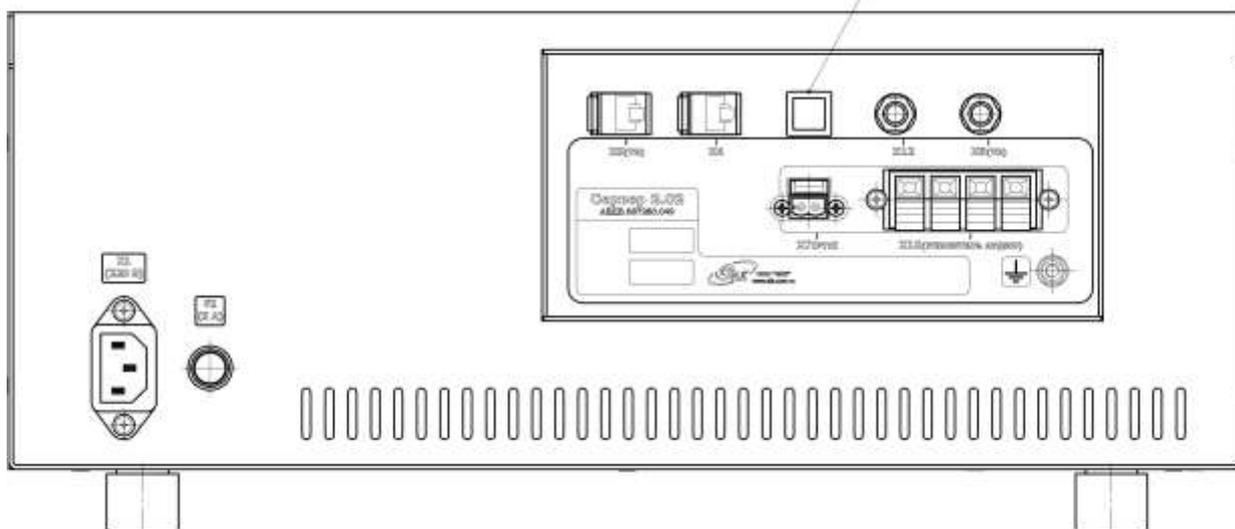

Рисунок 2 - Панель разъемов сервера-2.02.
6.2 Подключение сервера-2.02 (рисунок 2.)